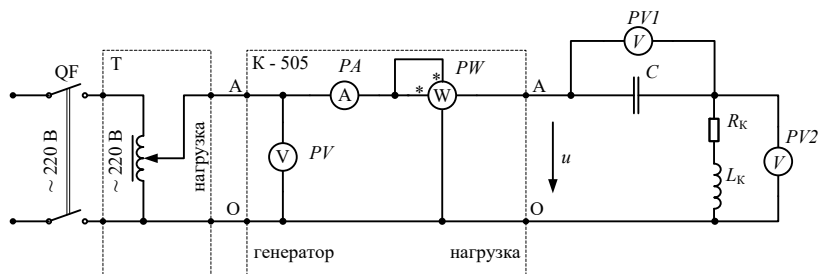

Рис. 5.1. Электрическая схема исследуемой цепи
Исследуемая электрическая цепь (рис. 5.1), состоящая из последовательного соединения конденсатора C и реальной катушки индуктивности, подключается к выходным зажимам комплекта измерительных приборов К-505. Схема замещения реальной катушки индуктивности состоит из идеальной индуктивности L_k и активного сопротивления R_k . Напряжение, подаваемое на исследуемую цепь, регулируется с помощью лабораторного автотрансформатора T , входные зажимы которого подключаются к автоматическому выключателю QF .
2. Собрать электрическую цепь, соответствующую схеме замещения (рис. 5.1), и показать её преподавателю или лаборанту.
1. Условие резонанса напряжений для схемы (рис. 5.1) $x_C = x_K$, т. е. $I_m(Z_{\text{вх}}) = 0$.